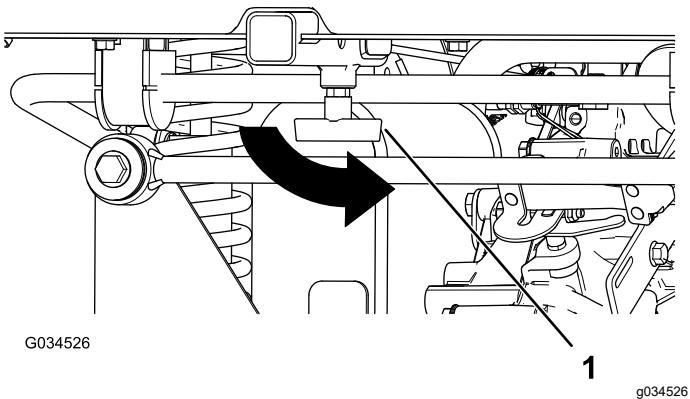

Figura 17
- Apriete la maneta en T girándola en sentido antihorario (Figura 17).